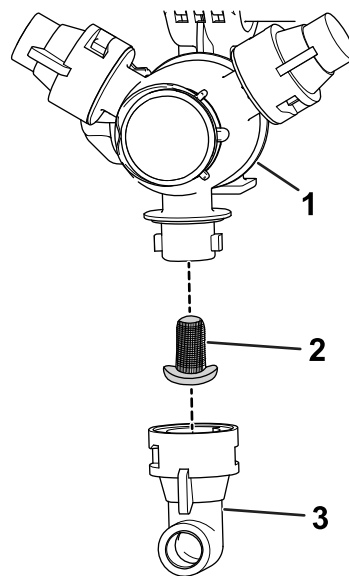

Figura 103
2. Retire la boquilla de la torreta de fumigación (Figura 103).
3. Retire el filtro de boquilla usado (Figura 103).
4. Instale el filtro de boquilla nuevo (Figura 103).
5. Instale la boquilla en la torreta de fumigación (Figura 103).